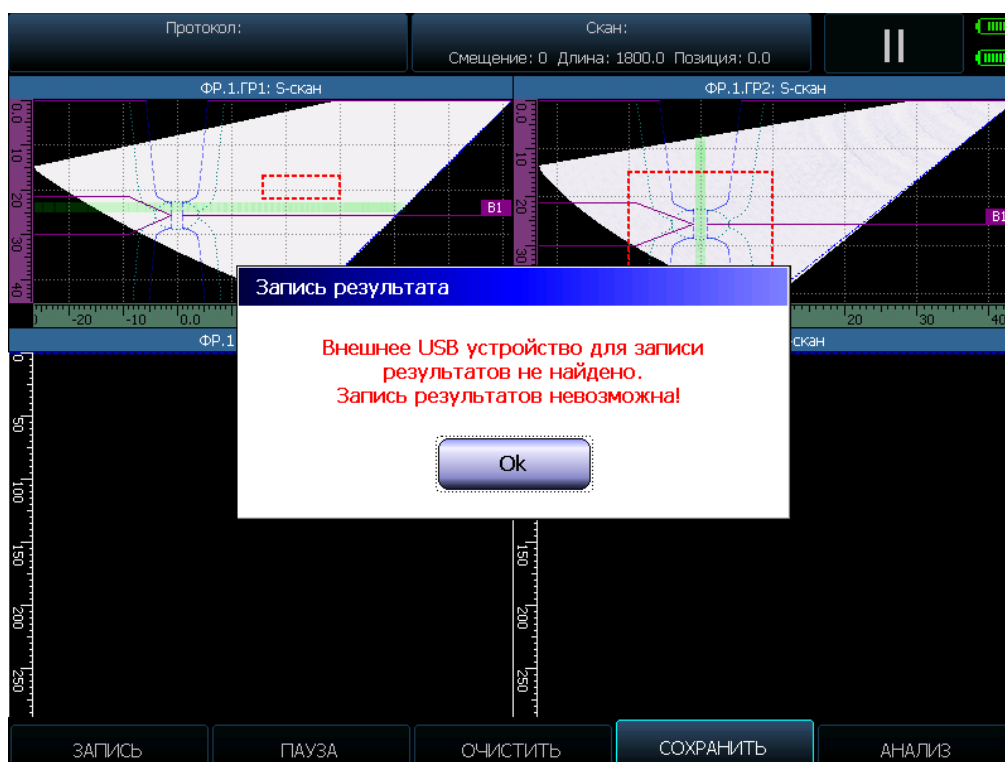

Рис. 4-1 Сообщение при попытке сохранения скана, если внешняя память отсутствует
- записанный полный скан объекта контроля. Запись скана может быть сделана только на внешний флэш диск. При его отсутствии на экран прибора будет выдано предупреждение (рис.4-1)